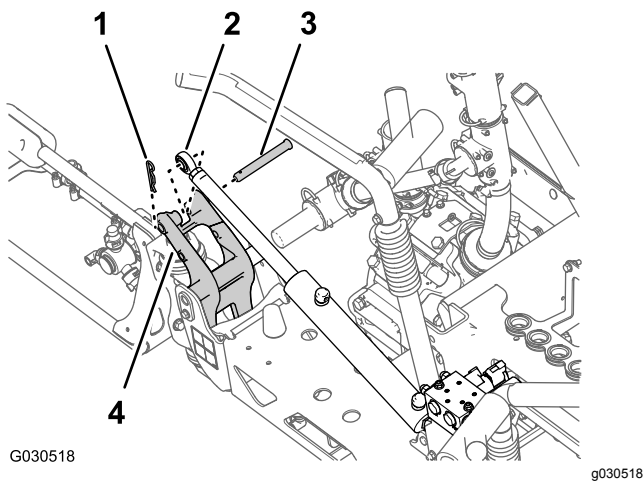

Figura 38
2. Retire el pasador y la chaveta que sujetan el extremo de la varilla del cilindro de elevación al soporte de giro (Figura 38).